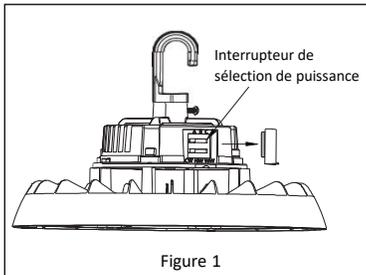

Figure 1
1. Set the wattage to best suit the environment the fixture is being installed by removing the rubber panel and sliding the switch to the desired wattage. **See Figure 1.**
1. Réglez la puissance en fonction de l'environnement dans lequel le luminaire est installé en retirant le panneau en caoutchouc et en plaçant l'interrupteur à la puissance souhaitée. **Reportez-vous à la Figure 1.**